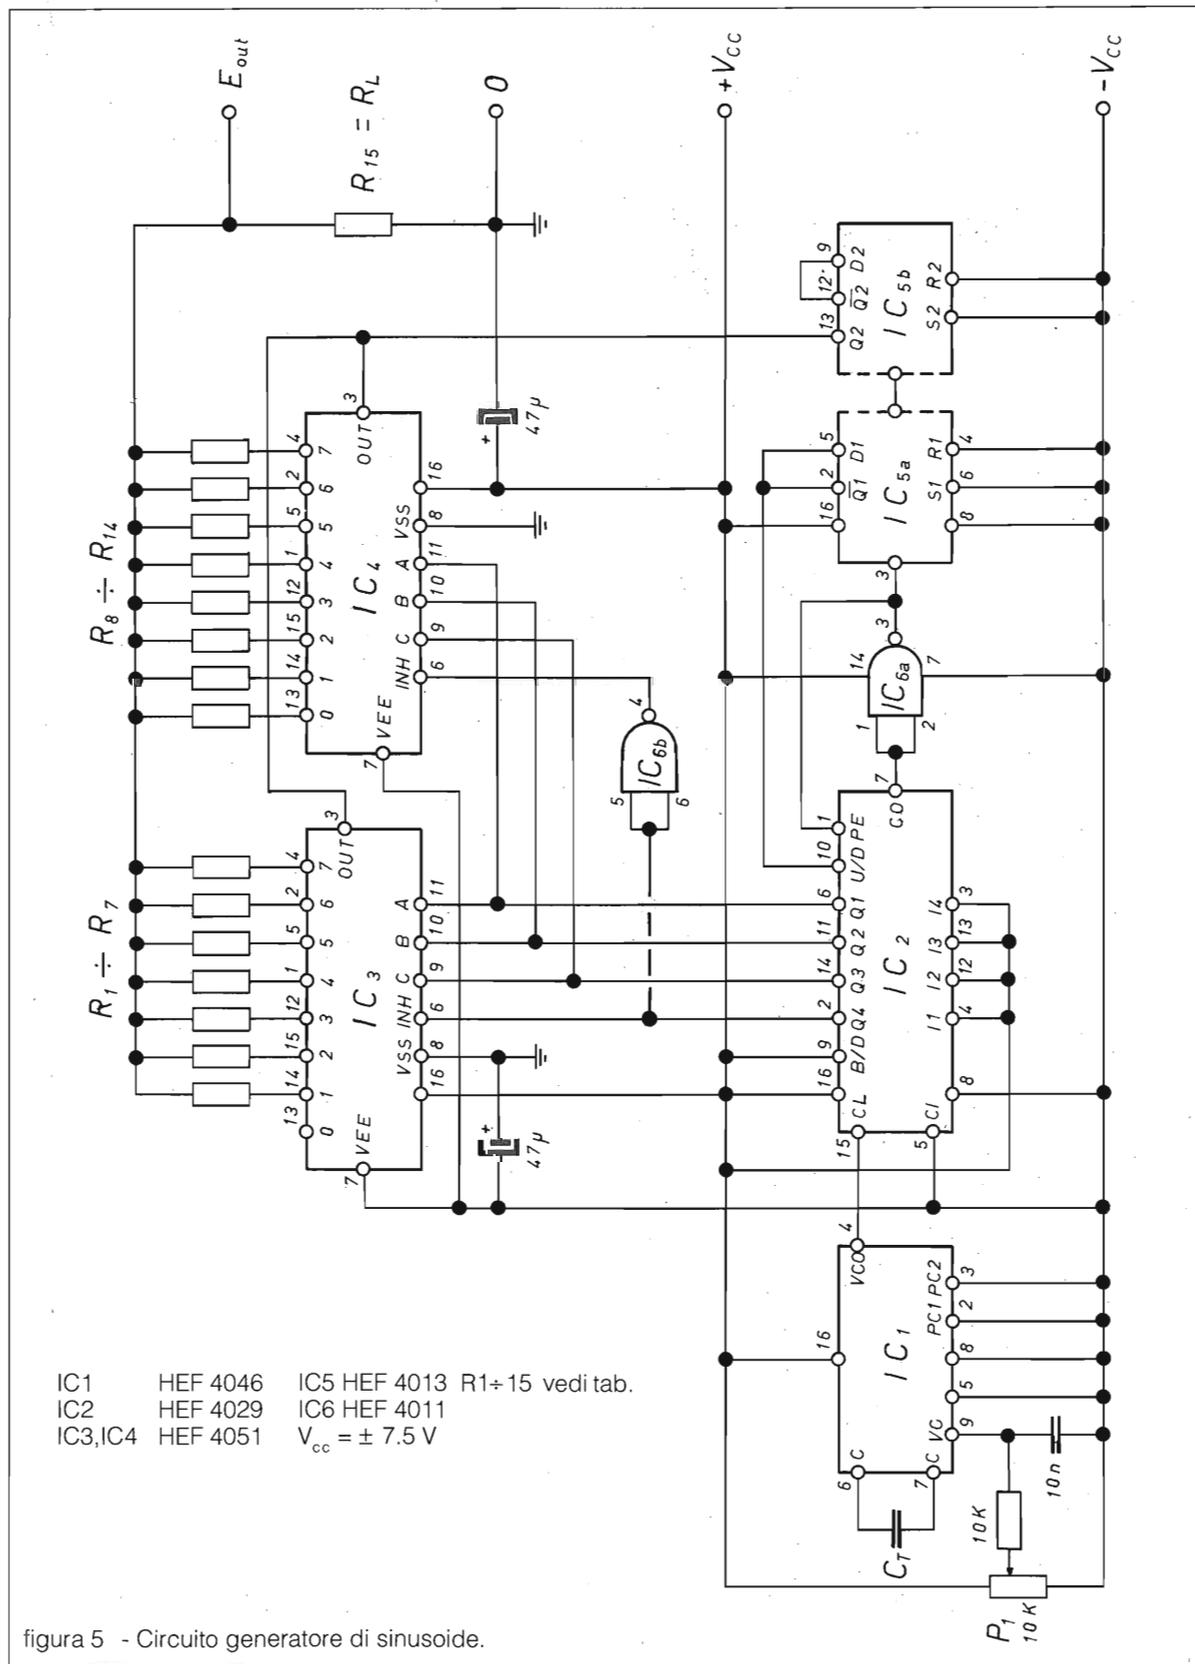
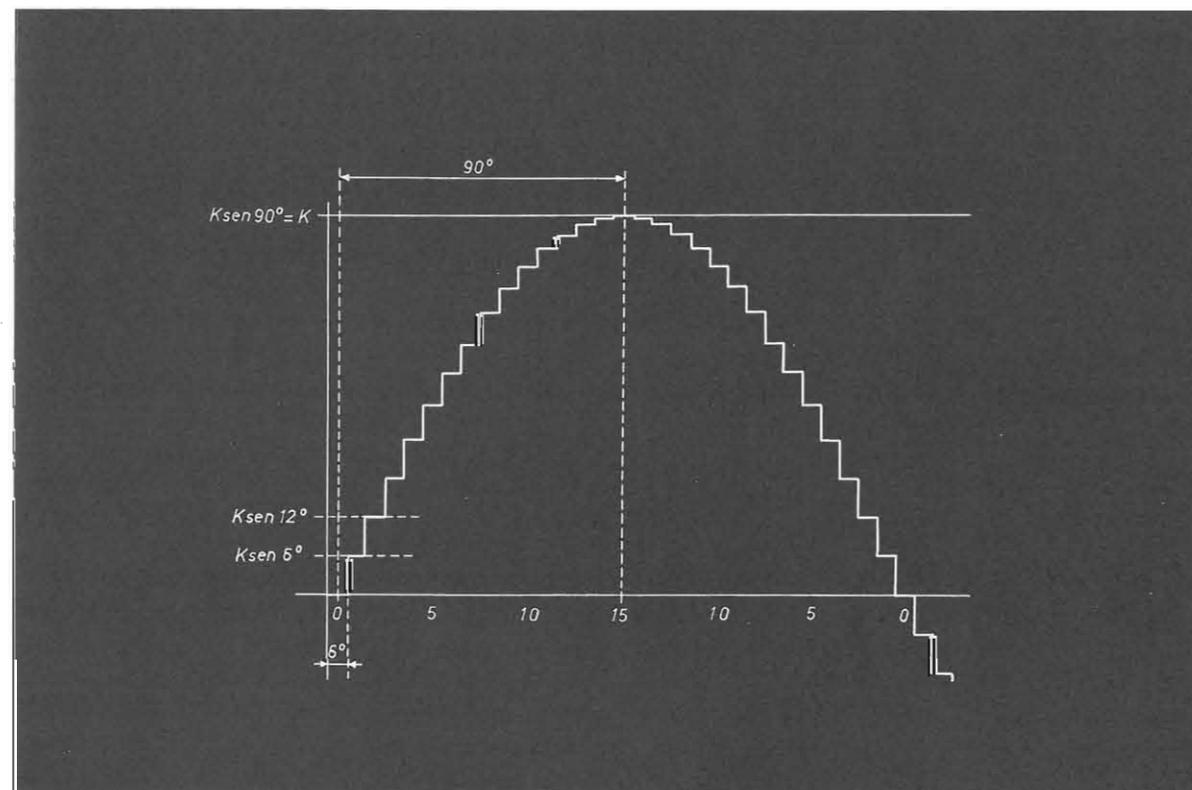

figura 5 - Circuito generatore di sinusoide.
figura 6 - Sinusoide risultante da una serie di step di diversa ampiezza.
Per sintetizzare la sinusoide, pure con l'artificio dell'up/down, è naturale servirsi di partitori resistivi inseriti, in successione, da switch analogici controllati dai Q del, o dei, contatori, come mostra la figura 5. Si osservi, infatti (figura 6) che la sinusoide, o per meglio dire la mezza sinusoide, viene sintetizzata da una serie di step, tutti di diversa ampiezza.
Proporzionalmente all'ampiezza dei singoli step vanno quindi dimensionati i resistori del partitore (R1...R15, figura 5). Nel caso specifico di 16 step in salita ed altrettanti in discesa; poiché
Nel circuito di figura 5, la commutazione UP/DOWN è affidata ad un flip/flop (IC5a) triggerato dal carry-out (CO) del contatore (IC2). La commutazione di polarità, necessaria a sintetizzare le due